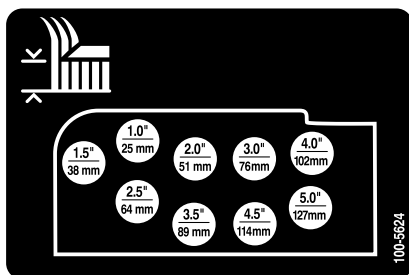

Figura 21
6. Monte as correntes da altura de corte no orifício da altura de corte desejada (Figura 21) com o perno e passador.